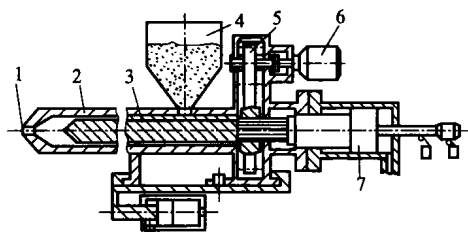

图 1-4 往复螺杆式注塑机结构示意图
② 往复螺杆式注塑机 注塑机中塑料的塑化，是由于螺杆旋转时把塑料挤压、剪切和机筒外围供热的结果形成，然后，再经过螺杆轴向往复运动，像柱塞一样把塑化料注射到模具成型空腔内，冷却成型。往复螺杆式注塑机结构示意如图 1-4。目前这种结构形式注塑机应用最多。
③ 螺杆塑化柱塞注射式注塑机 这种注塑机的注射装置由两部分组成：即物料塑化部分和注射部分。首先塑料在塑化部分的挤出机中均匀塑化，经由单向阀挤入注射料筒空腔中，然后，注射部